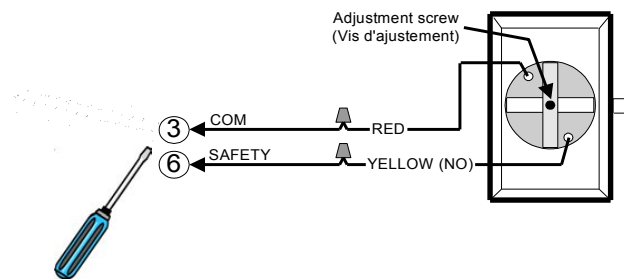
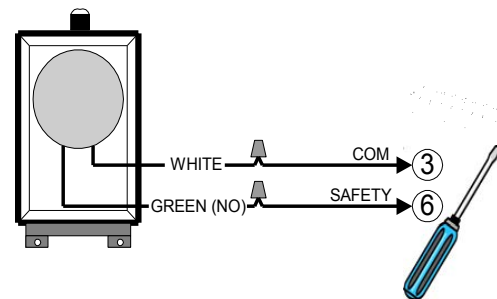

Figure 19 - AIRSWITCH 001 / 007
Figure 20 - AIRSWITCH 009
3. Utiliser un ré-enrouleur de câble pour brancher le commutateur à air aux terminaux de l'opérateur. Effectuer le branchement électrique tel qu'indiqué aux Figure 19 ou Figure 20.